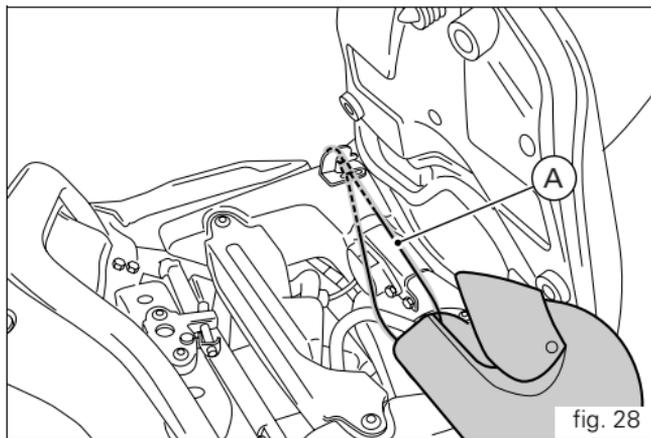

fig. 28
Por baixo do selim do passageiro encontra-se o gancho para o cabo porta-capacete. Faça passar o cabo (A) no capacete e insira as extremidades no gancho. Deixe o capacete suspenso no lado esquerdo (fig. 28) e volte a montar o selim para fixá-lo.